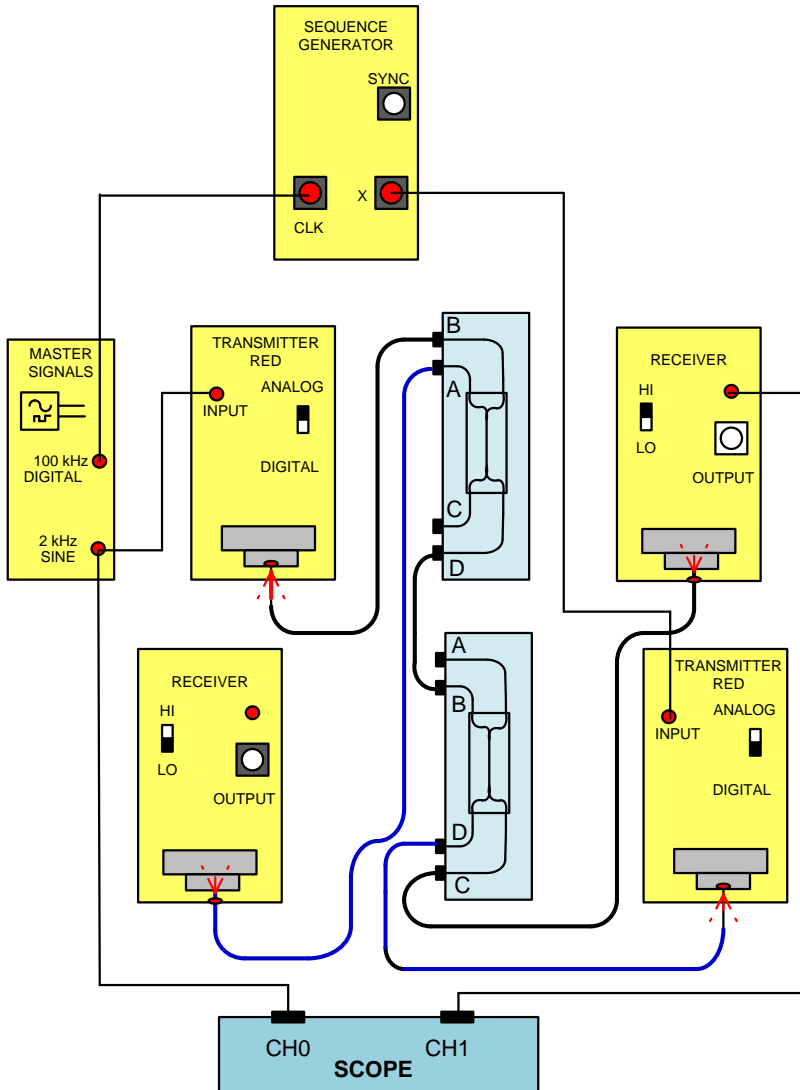

Рис.6. Схема соединений двухсторонней линии передачи информации (аналоговый выход)
15. Измените подключение осциллографа, как показано на рис. 6.